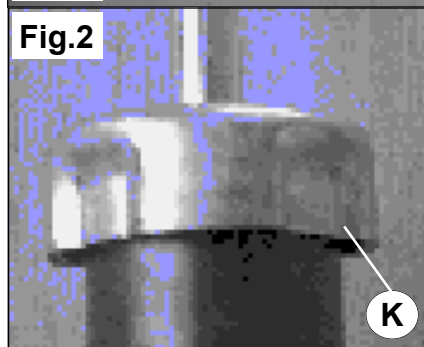

Fig.2
6. Verwijder metalen kap **K** (klempassing) van de schokdemper. Deze wordt niet meer gebruikt. (Zie fig.2.)
6. Remove metal cup **K** (press fit) from the shockabsorber. Metal cup **K** will not be used again. (See fig.2)
6. Entferne Sie die Metallkappe **K** (Klemmpassung) vom Stoßdämpfer. Die Metallkappe **K** wird nicht mehr benötigt. (Siehe Bild 2).
6. Enlever le chapeau métallique **K** (serrage) de l'amortisseur, Ce chapeau n'est pas réutilisable. (Voir fig. 2)